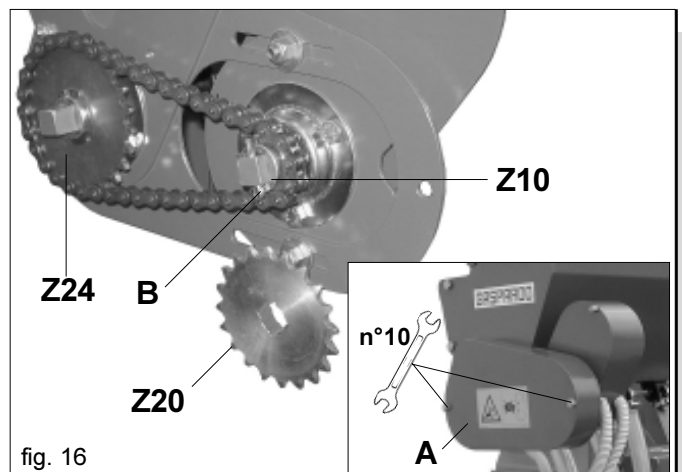

fig. 16
In dotazione viene fornito un ingranaggio (Z20) supplementare, che viene utilizzato per alte quantità di semina, sostituendo l'ingranaggio Z10 di serie (Fig. 16).
- Smontare il carte di protezione ingranaggi (A Fig. 16) allentando le viti con chiave n° 10;
- Togliere la copiglia (B) e sostituire l'ingranaggio con quello in dotazione;